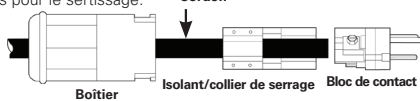

Figure 2
- Faire glisser le boîtier sur le cordon. Desserrer les quatre vis du collier de serrage et faire glisser l'isolant sur le cordon (voir la figure 2). Déplacer le boîtier et l'isolant pour les éloigner de l'extrémité du cordon de façon à travailler librement sur celle-ci pour préparer les conducteurs pour le sertissage.